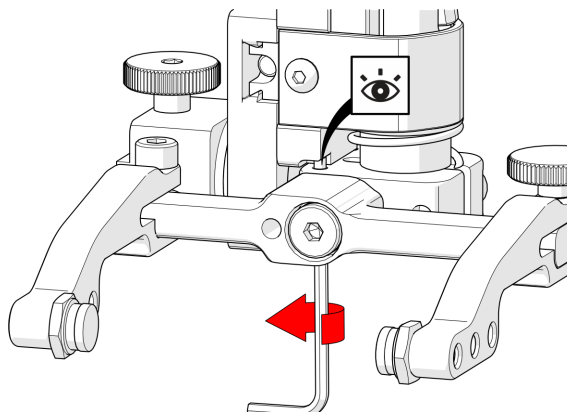

Abbildung 2-93 Anheben des gegenüberliegenden 90°-Anschlags
- Heben Sie den Anschlag auf der gegenüberliegenden Seite an, bis die Seite des Anschlags deutlich den 90°-Anschlagpunkt am Sockel des Prüfkopfhalters berührt (siehe Abbildung 2-93 auf Seite 109).